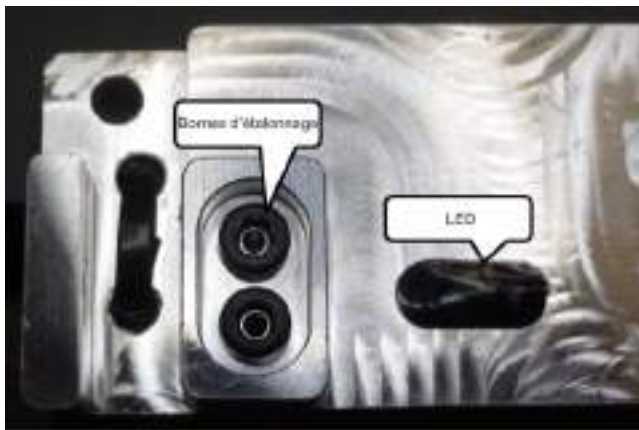

Figure 4
2. Connectez les bornes d'étalonnage sur le simulateur d'embrayage à fluide visqueux à l'aide d'un fil court (non fourni) pour relier les deux broches d'étalonnage. Retirez le fil après 10 secondes. Figure 4.